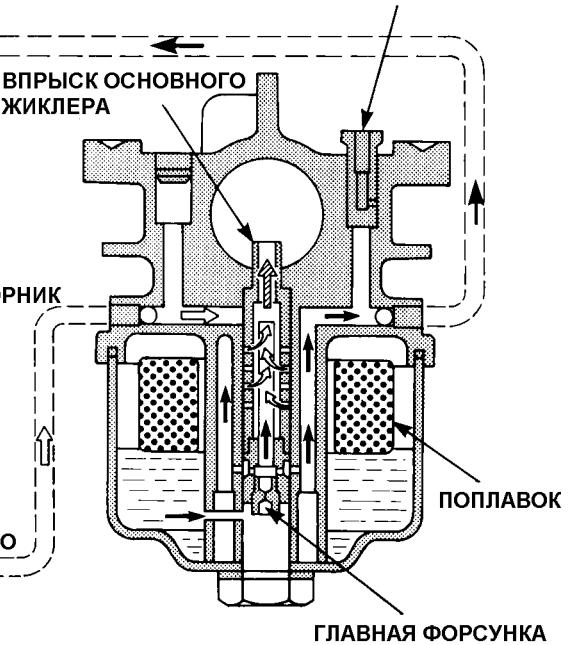

*Рис. 12-1*
- (1) Освободите запасённую в пружине упругую энергию.
- 3 Надёжно удерживайте барабан обоими большими пальцами, чтобы не допустить сворачивания пружины. (Рис. 12-1)